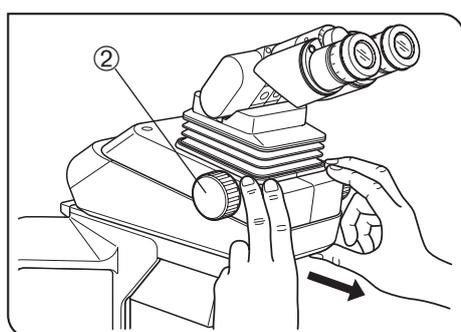

Рис. 42
- ⊙ Регулируя положение тубуса вперед-назад, возьмитесь на основание тубуса, как показано на рис. 42.
- ⊙ Для регулировки положения окуляра вверх-вниз, поверните лимб ②.